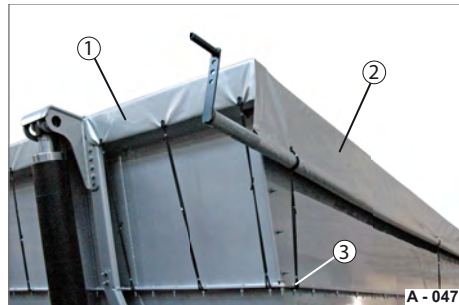

Abb. 57 Rollverdeck geschlossen
- ▶ Hängen Sie die Gummiseile rundum des Anhängers auf die Verschraubungen (Abb. 57/3) der Mulde ein.